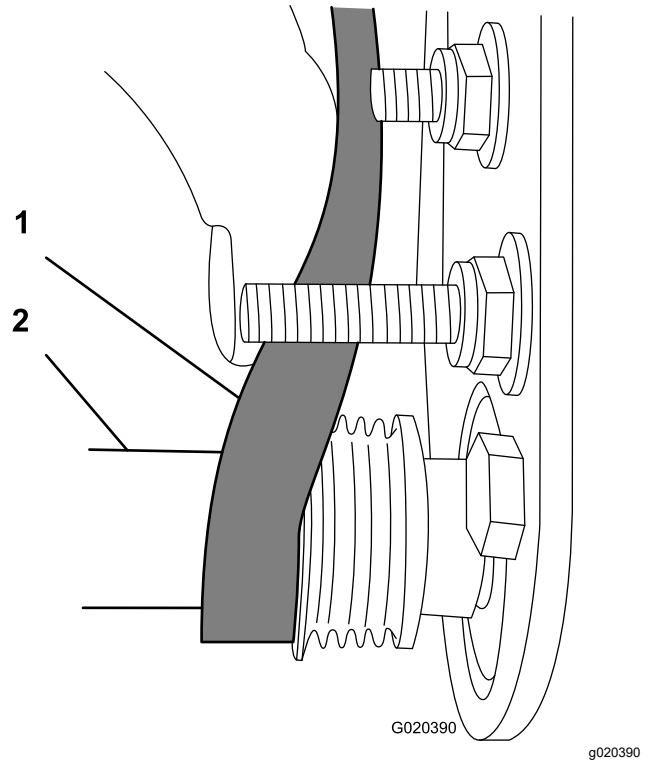

Figura 15
- Avviate la cinghia sulla puleggia **condotta** (Figura 15).
- Utilizzate una chiave a tubo di profondità (9/16") per ruotare il gruppo spazzola e guidare la cinghia sulla puleggia condotta (Figura 15).